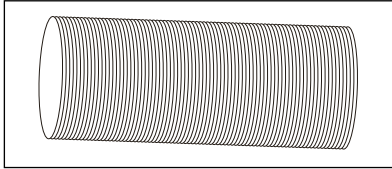

Fig. 3
1. Saque el tubo del embalaje (Fig. 3).